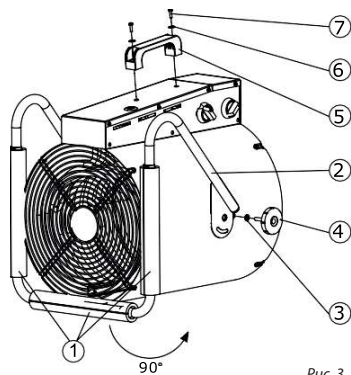

Рис. 3
Для приведение в рабочее положение прибора необходимо снять с опоры изоляционный упаковочный материал (1), повернуть опору на  $90^\circ$ , как указано на (рис. 3). На барашковый винт (4) надеть шайбу М6 (3) и закрутить через отверстие опоры в корпус. Прикрепить ручку для переноса (5) к блоку управления при помощи винта М4х14 (7) через шайбу М4 (6).